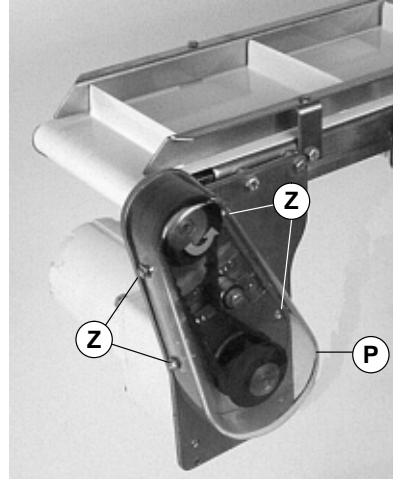

Abbildung 8
HINWEIS: Die Schrauben nicht zu fest anziehen (Z siehe Abbildung 8).
8. Die Abdeckung installieren (P siehe Abbildung 8), und vier (4) Schrauben (Z) mit 4 Nm festziehen.